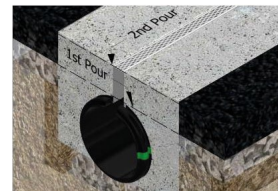

Figura 4
- Es posible que el relleno tenga que hacerse en dos o más niveles, dependiendo de los requisitos del lugar (Figura 4).